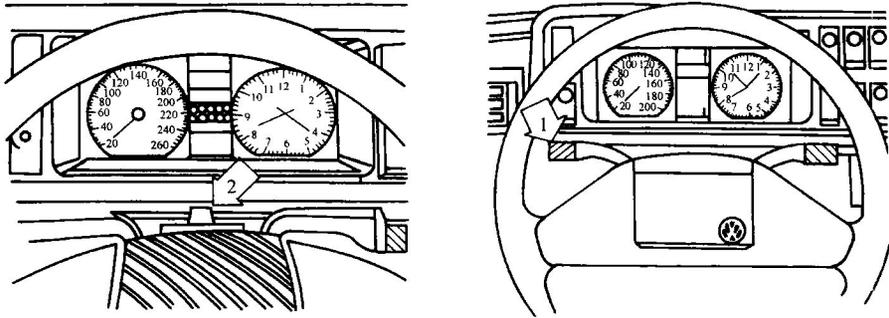

图 1—4 组合开关
2. 组合开关的主要功能及使用要领 组合开关是集多种开关于一体的部件, 其主要包括汽车大灯的变光控制开关、左右转向指示灯的控制开关、紧急警报灯开关以及驻车信号指示灯开关等, 如图 1—4 所示。